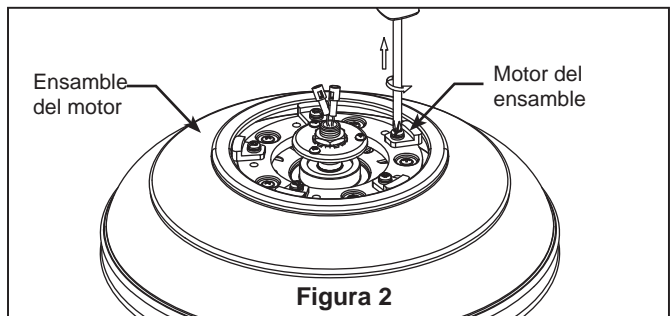

Figura 2
2. Extraiga uno de los dos tornillos de la cubierta del adaptador y guarde el tornillo. Afloje ligeramente los otros tornillos. (Figura 2)